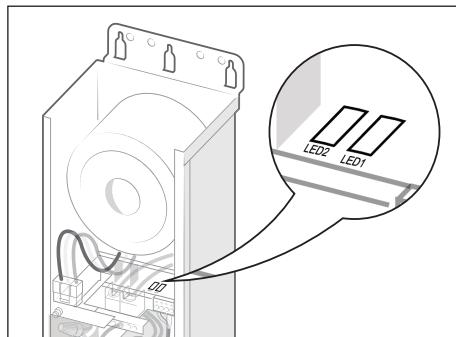

Figura 6. LED1 y LED2
9. Encienda el interruptor para restablecer la energía (el LED2 se encenderá en rojo y el LED1 comenzará a parpadear en verde). Las luces de la piscina y el hidromasaje estarán apagadas debido al control de la automatización; consulte la Figura 6.